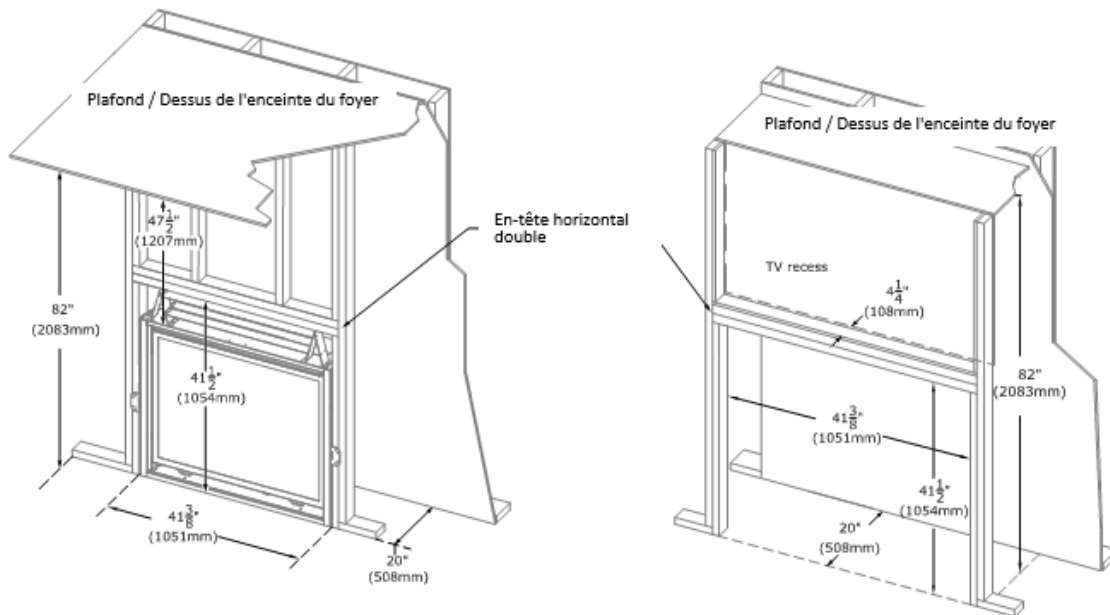

Figure 2.14 - Encadrement et dégagement pour le foyer Nordik 41 DV
- La FIGURE 2.14 ci-dessous montre les exigences de dégagement face à l'avant pour le CLW-ST pour l'ouverture de décharge d'air KZK-1510A.